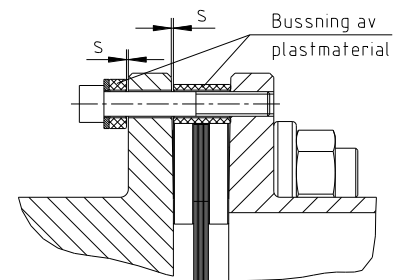

Bild 22: Axialspelebegränsning
- Efter slutfört montage av mellanstycket återmontera skruvar och bussningar för axialspelebegränsningen (se bild 22). Beakta axialspelet S enligt måttblad.